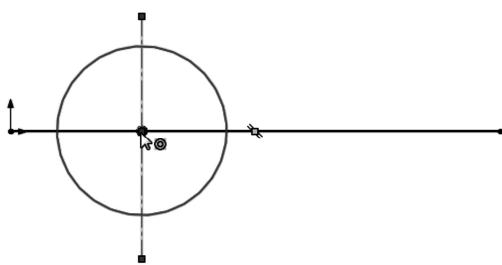

图 3-50 单击圆心为移动基点
- [4] 在“参数”下，选择“从/到”，单击圆心为移动基点 \square 如图 3-50 所示，然后拖动将